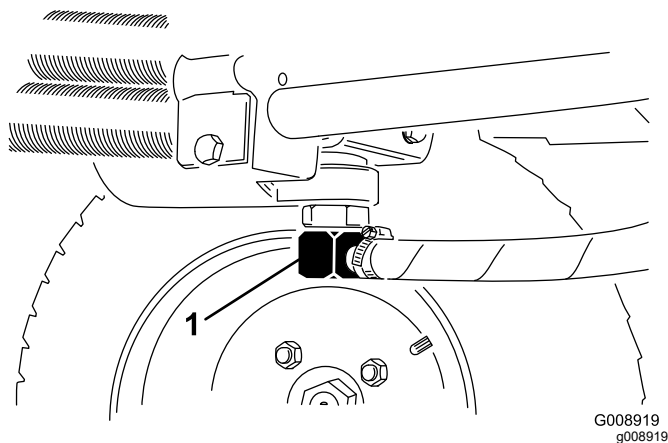
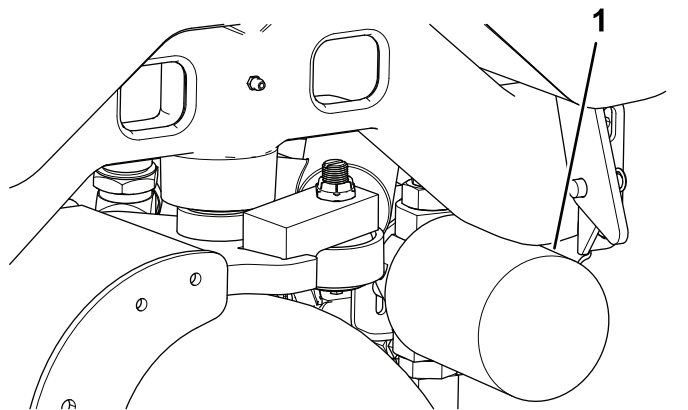

Figura 75
Figura 76
3. Scollegate il tubo idraulico (Figura 75) o togliete il filtro idraulico (Figura 76) e lasciate defluire il fluido idraulico in una bacinella.
4. Collocate una bacinella di spurgo sotto il filtro (Figura 76), e togliete il filtro.